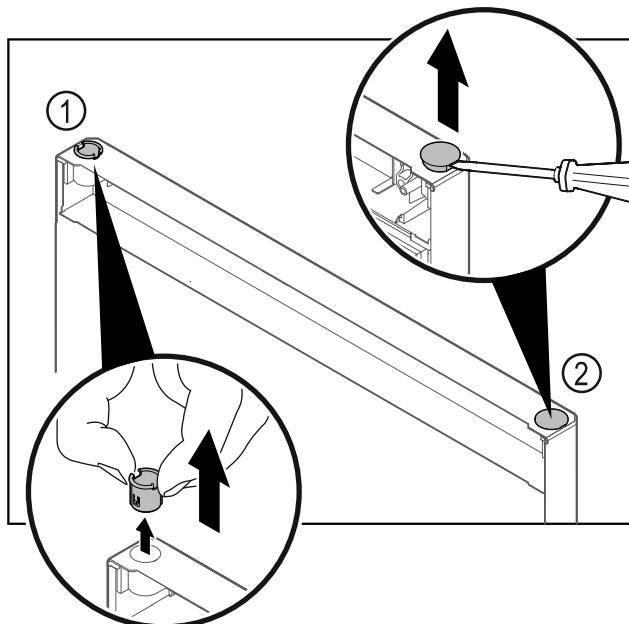

Fig. 35 Ușă congelatorului
- Extragăți bucșa balamalei Fig. 35 (1) cu degetele.
- Ridicați dopul de acoperire Fig. 35 (2) cu precauție cu o surubelnită dreaptă și extrageți-l.